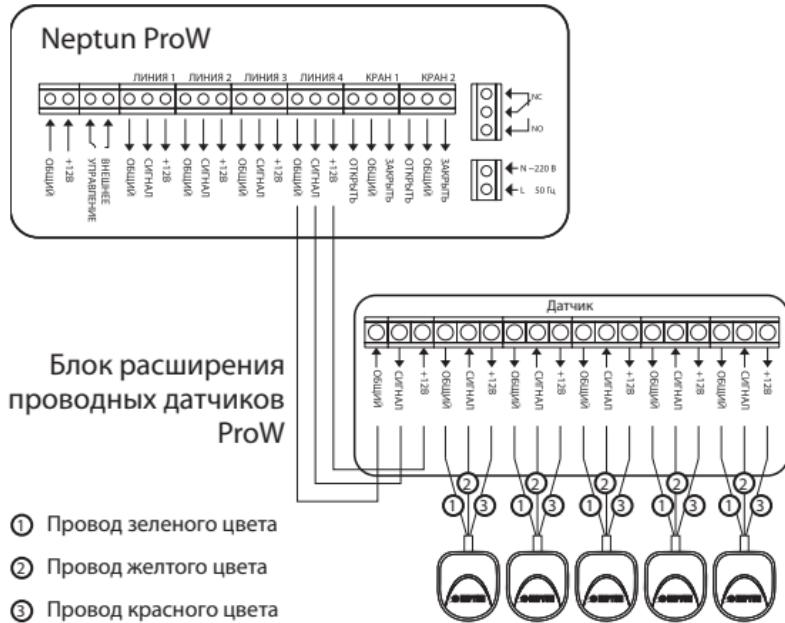

Рис. 2 Схема подключения блока расширения к модулю управления Neptun ProW и датчиков к блоку расширения
Блок расширения имеет (см. Рис. 2):
Схема подключения датчиков к блоку расширения, а так же схема подключения блока расширения к модулю Neptun ProW, приведены на Рис. 2
- выполните соединение проводов в соответствии со схемой на Рис. 2;